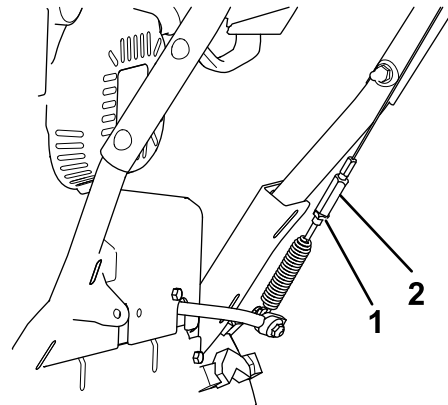

**Bild 26**
3. Kuppeln Sie den Räumwerk- bzw. Antriebsradhebel aus und stellen Sie sicher, dass der Abstand zwischen dem Schneckenkupplungsarm und dem Rahmen der Maschine 1,5 mm beträgt, wie in **Bild 26** dargestellt.